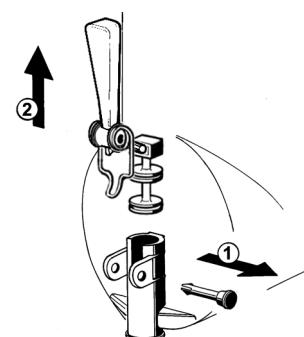

figure 10
- 5** Démonter le robinet selon la séquence indiquée (voir figure 10).
- 3 Remonter le robinet sur le réservoir en suivant la séquence effectuée pour le démontage en sens inverse (voir figure 10).